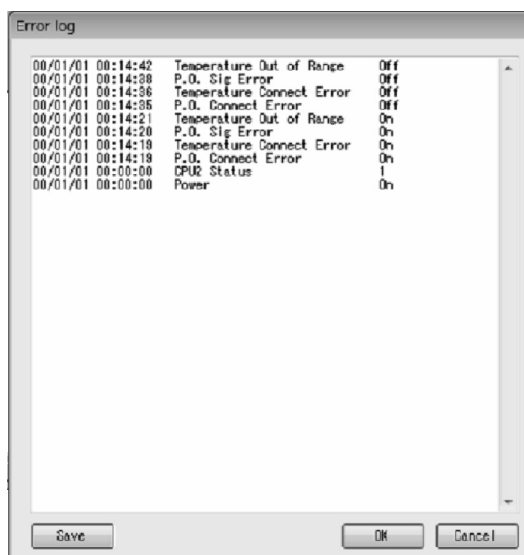

図154
- ① メニューの「Maintenance(M)」をクリックし、「Maintenance xmtr」のドロップダウンリストの中から「Error log」を選び再度クリックします。
- ② 次のウィンドウ(図154)が表示されます。